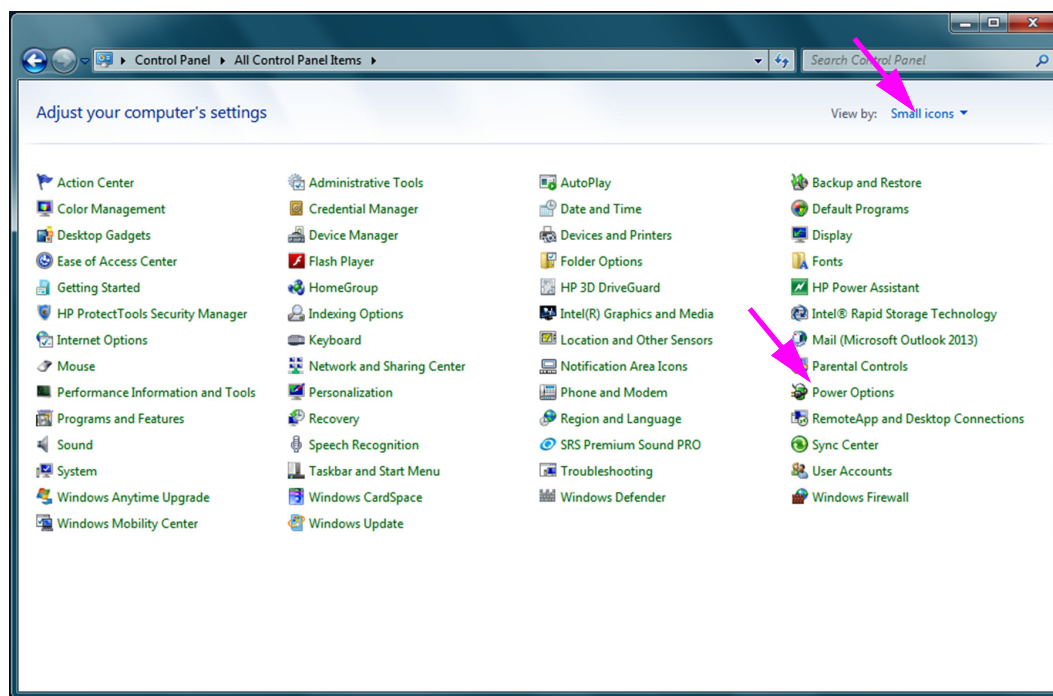

Figure 2-18. Fenêtre All Control Panel Items
2. Sélectionnez **Control Panel (Panneau de configuration)**. Si l'affichage est réglé pour afficher de petites icônes, la fenêtre Tous les éléments du panneau de configuration apparaît, comme illustré dans la Figure 2-18. Cliquez sur **Power Options (Options d'alimentation)**.